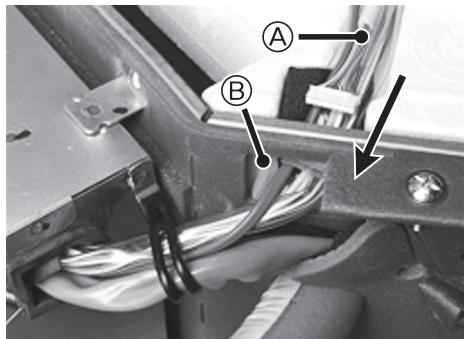

Fig. 4-2
- (1) Das im Zubehör enthaltene Verbindungsleitung für die Fernbedienung bereit legen.
- (2) Den Steuerplatinenanschluß des Innengeräts (weiß) des Verbindungsleitungs für die Fernbedienung in Pfeilrichtung durch die KABELDURCHFÜHRUNG im Hauptgerät führen. (Fig. 4-2)